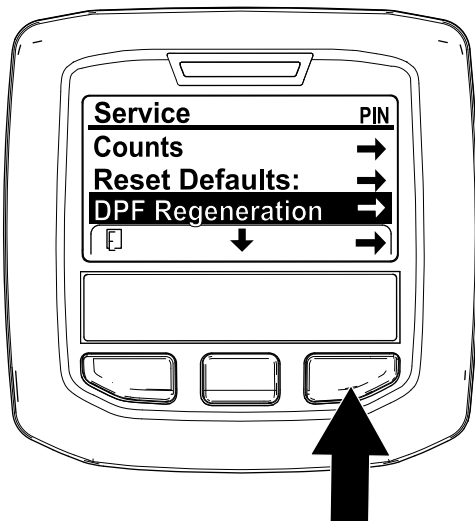

Figura 63
- Accesai meniul Service și apăsai butonul central pentru a derula în jos la opțiunea DPF REGENERATION (REGENERARE DPF) (Figura 63).
- Apăsai butonul din dreapta pentru a selecta accesarea Regenerării DPF (Figura 63).